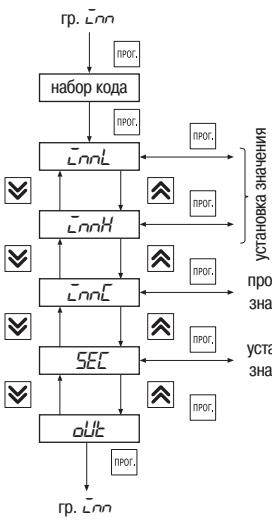

Рис. 20
6.2.2.7. Группа «*Глп*» предназначена для задания числа импульсов при перемещении задвижки или затвора из одного концевого положения в другое (рис. 20). Код доступа для этой группы «\_55».